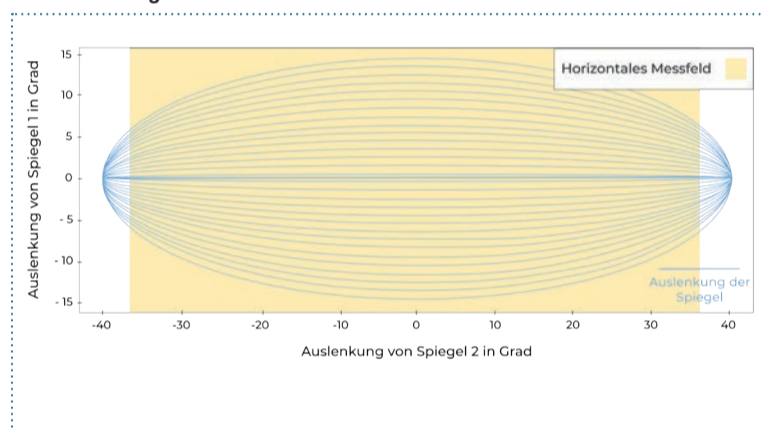

Bild 1: Messfeld in Abhängigkeit der Spiegelbewegung. (Bildquelle: Blickfeld)
In einer zweiten Phase wurde die Forschungsgruppe von Prof. Schütze (Universität des Saarlands, UdS) in das Projekt mit eingebunden. Die UdS setzt Methoden der künstlichen Intelligenz (KI) ein, um aus Sensorsignalen Informationen zu Schadens-, Verschleiß- oder Fehlerzuständen zu extrahieren. Die Herausforderung ist dabei, aus der Masse von Daten die wichtigen Muster zu erkennen. Die UdS hat für diesen Zweck eine Machine-Learning-Toolbox1 entwickelt, die die teil-automatisierte Prozessierung von Trainingsdaten auch für Fachfremde und Einsteiger möglich macht, vgl. Abbildung 1.
Abbildung 1: Schematische Darstellung der Toolbox, angepasst von Dorst et al., „Metrology for the factory of the future: towards a case study in condition monitoring“ in 2019 IEEE I2MTC